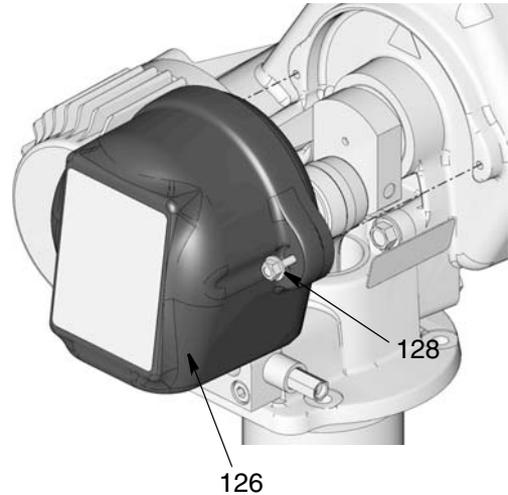

Рис. 17
5. Выкрутите болты (128) и снимите крышку (126) с насоса Dyna-Star (Рис. 17).